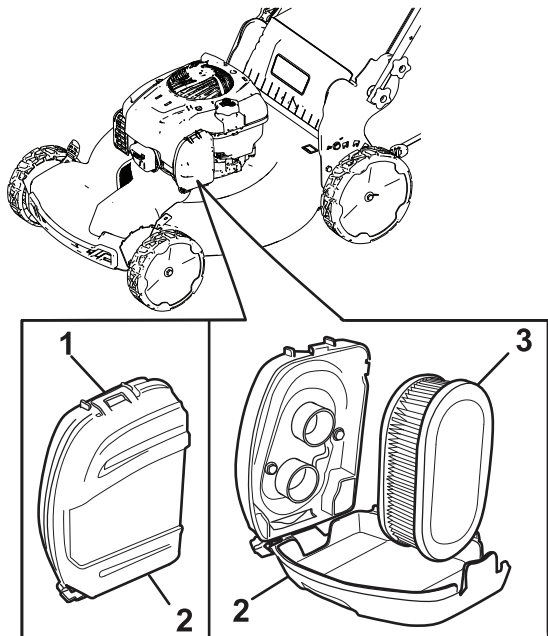

Figure 20
- 1. Déclipsez le haut du couvercle du filtre à air (Figure 20).
- 2. Déposez le filtre à air (Figure 20).